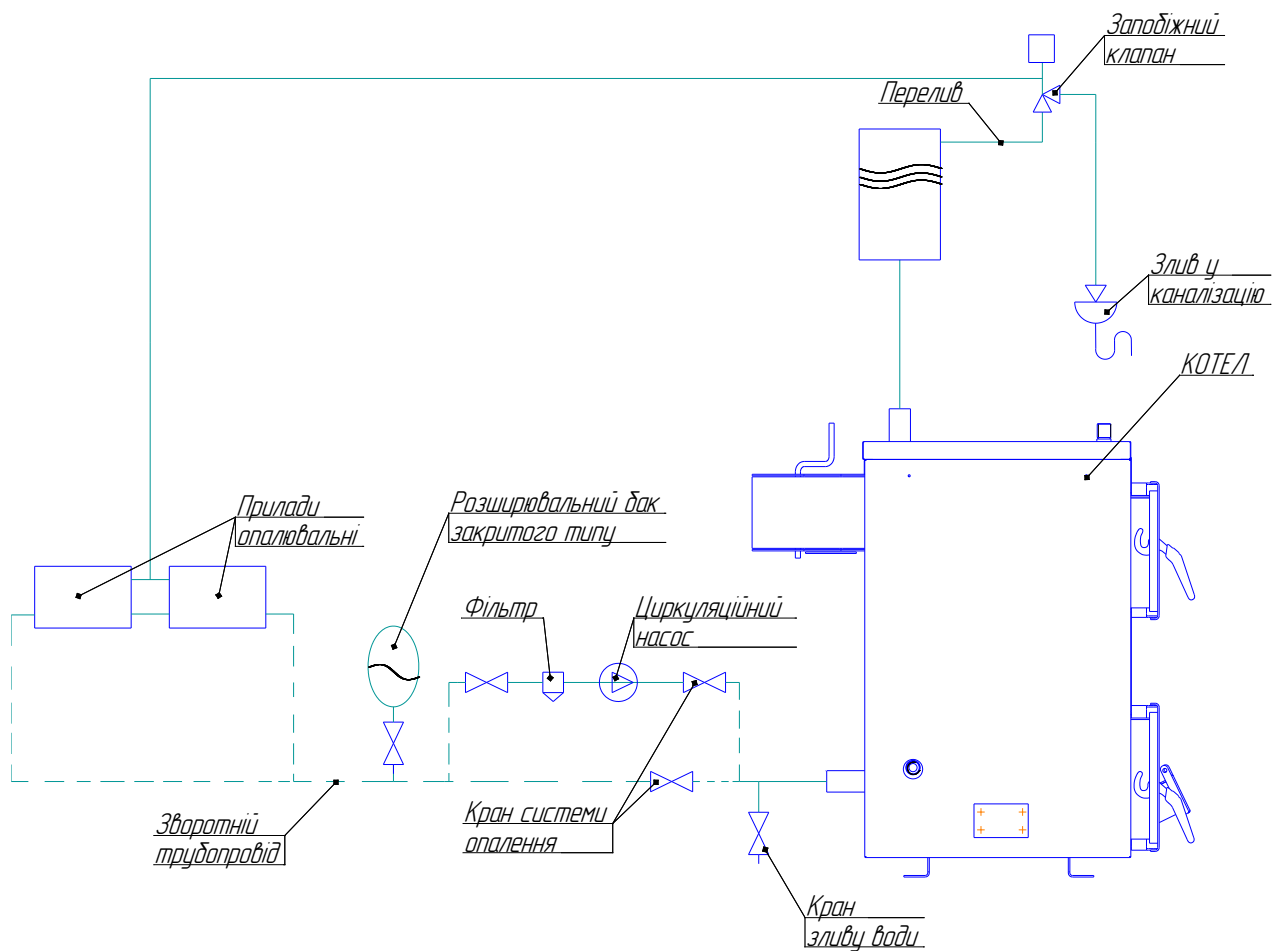

Рисунок 3 – Схема закритої системи водяного опалення, використовується розширювальний бак закритого типу
5.13 Розширювальний бак мембранного типу (рис. 3) встановлюється для закритої системи опалення. Об'єм розширювального бака системи опалення залежить від об'єму і розраховується при проектуванні системи опалення.